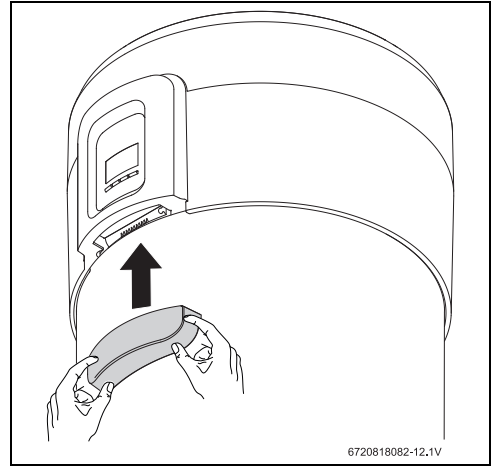

Fig. 15 Montarea capacului de dimensiuni mici
► Montați capacul de dimensiuni mici conform fig. 15.